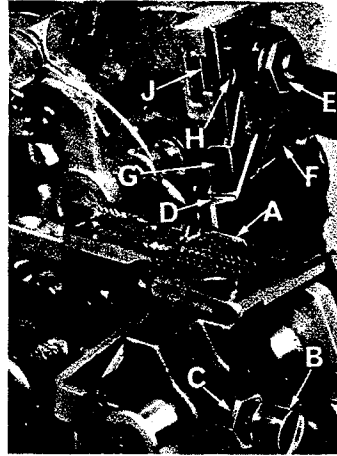

Fig. 13
Montiere den Untermesserhalter. Das Untermesser (A, Fig. 13) muß so eingestellt werden, daß seine Schneidkante mit der Oberfläche der Stichplatte eben ist. Die Einstellungen werden mittels Sechskantschraube, mit welcher das Untermesser befestigt ist, durchgeführt. Das Untermesser wird mit Federdruck gegen das Obermesser gepreßt, so daß eine seitliche Einstellung beim Verändern der Nahtbreite nicht erforderlich ist.
Setze den kompletten Obermesserhalter ein. Prätze das Obermesser (D, Fig. 13) durch anziehen der Mutter (E) fest, die Obermesserpratze (F) muß dabei soweit wie möglich im Uhrzeigersinn gegen das Obermesser gedrückt werden. In der untersten Stellung seiner Bewegung darf die vordere Schneidkante des Obermessers nicht weniger als $1/64'' = 0,4$ mm unterhalb der Schneidkante des Untermessers stehen. Der Kettenschuh (G) muß von der Schneidkante des Obermessers leicht zurückgesetzt sein.
Replace lower knife holder assembly. Lower knife (A, Fig. 13) should be set with cutting edge flush with throat plate surface. Adjustments are made with hexagonal head screw which holds lower knife. Lower knife is spring pressed against upper knife, so no lateral adjustment is necessary when width of trim is changed.
Replace upper knife assembly. Clamp upper knife (D, Fig. 13) in position, setting nut (E) to hold clamp (F) in its most clockwise position against upper knife. At bottom of its stroke, front cutting edge of upper knife should extend not less than $1/64'' = 0,4$ mm below cutting edge of lower knife. The chain guard (G) should be set down against the upper knife and slightly back from the cutting edge.